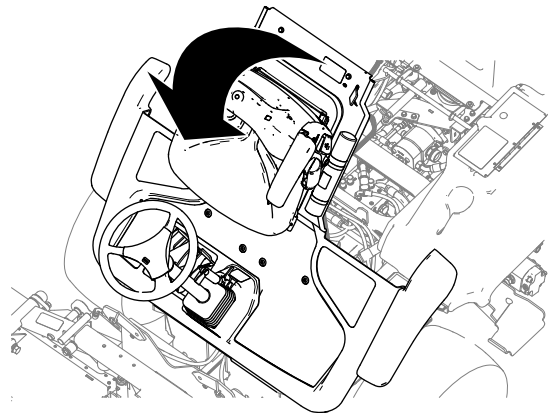

Figura 41
2. Elevação da plataforma (Figura 41).